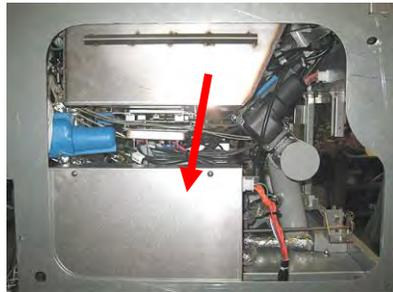

Figura 35
5. Rimuovere le due viti che fissano il coperchio della scatola dei contattori (si veda la Figura 35).